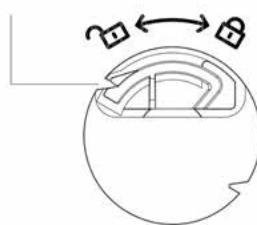
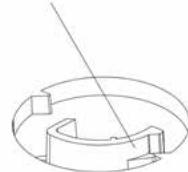

Рис.3
Рис.4
- Возмите прибор и переверните его вверх дном, поместите сверху перевернутое основание и совместите его пазы с установочными штифтами на приборе (рис.2), повернув основание на приборе в направлении пиктограммы закрытого замка (рис.3). При снятии, нажмите на застежку прибора, чтобы освободить основание, и поверните само основание в направлении пиктограммы раскрытия замка, затем снимите (рис.4).